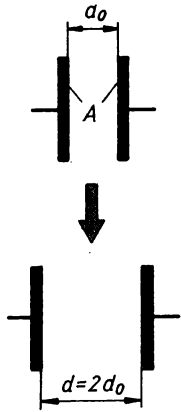

Bild 70
- 8.11** An den Platten eines Kondensators liegt die Spannung U_0 . Untersuchen Sie, wie sich Kapazität, Spannung und Ladung des Kondensators verändern, wenn der Plattenabstand 1. bei angeschlossener Spannungsquelle und 2. bei abgetrennter Spannungsquelle auf das Doppelte des Anfangswertes vergrößert wird. Die Daten sind Bild 70 zu entnehmen.